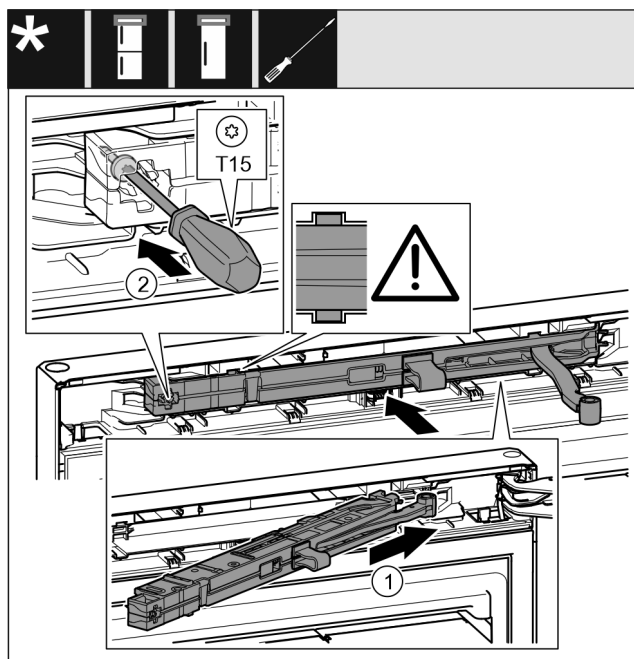

Fig. 60
- ▶ Tolja be ferdén, ütközésig a záráscsillapító egységet Fig. 60 (1) a mélyedésbe a csapágybak felőli oldalon.
- ▶ Húzza meg a csavart Fig. 60 (2) csavarhúzóval.